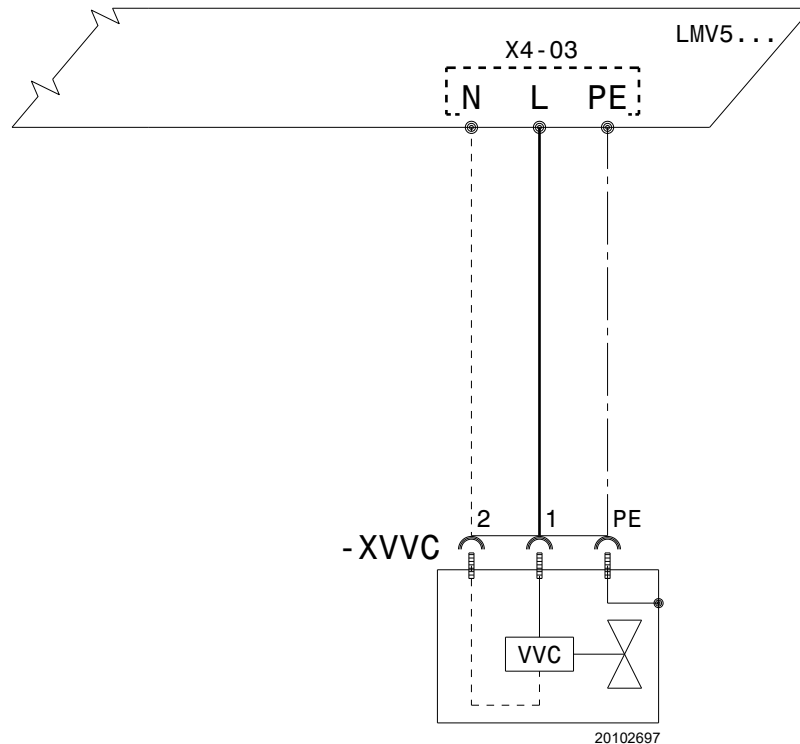

Fig. 16
Para las conexiones eléctricas proceder de la siguiente manera (Fig. 16):
- Conectar l'alimentación de la válvula a través de la conexión, suministrada con el kit, a los terminales del conector X4-03 de la caja de control LMV5 ... (Fig. 16);